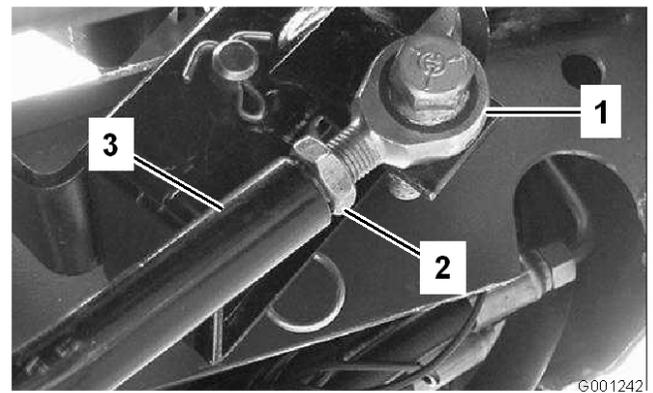

図 66
3. さらに調整が必要な場合は、走行ロッド (図 66) の調整を以下の要領で行う：